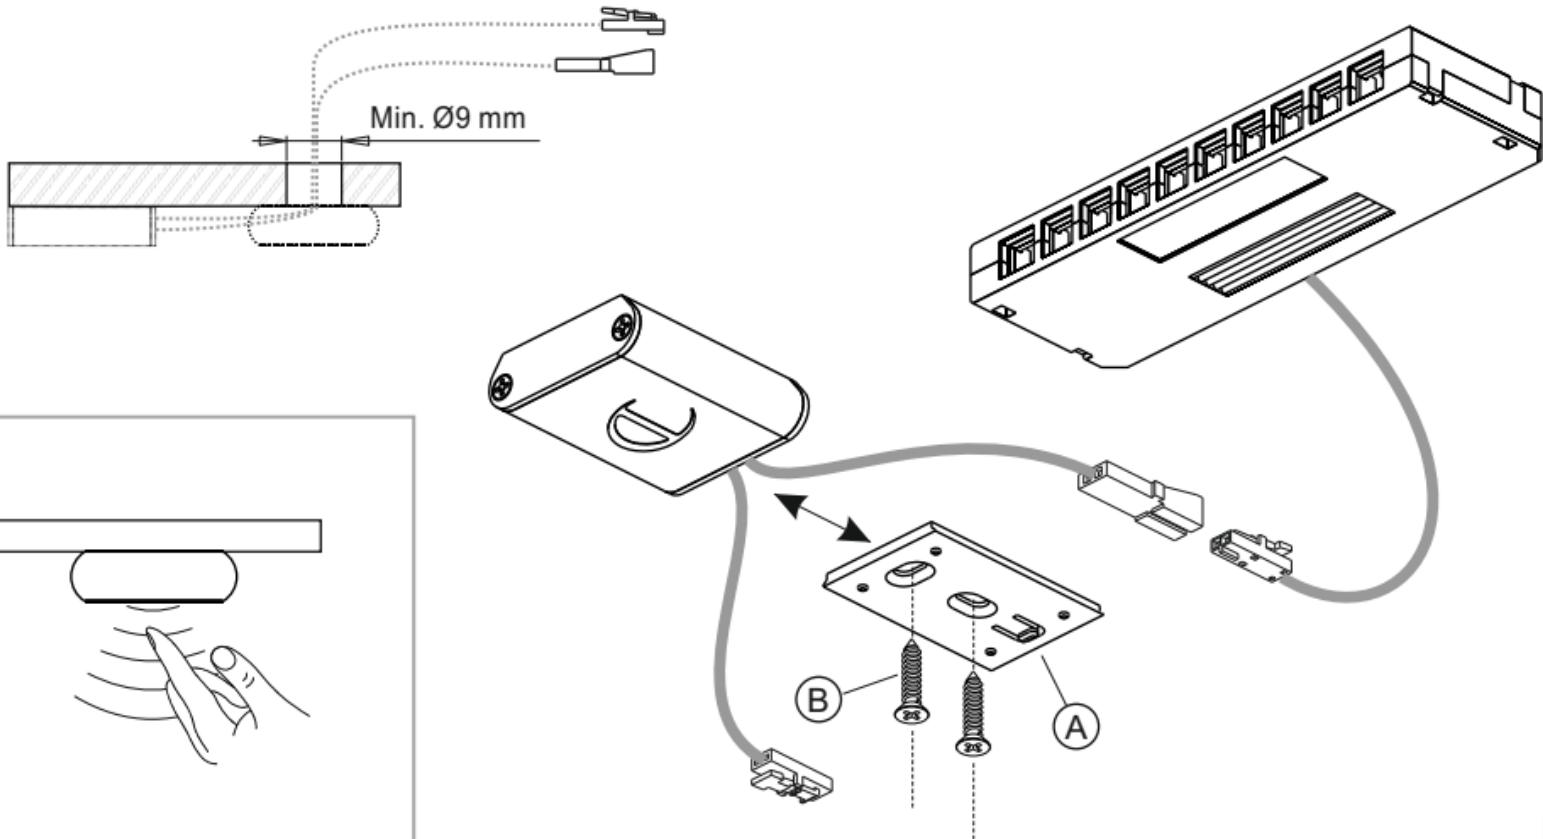

Fig 1
- **DOTTI** can be installed with the cables in an axial or radial position in relation to the mounting surface. For installations with the power cable in the axial position, drill a $\varnothing \geq 9\text{mm}$ hole in the mounting surface as shown in the example in figure 1. For special requirements, it is nonetheless possible to drill the power cable outlet hole in other positions as long as they do not
- **DOTTI** kann so installiert werden, dass sich die Kabel in axialer oder radialer Position zur Montagefläche befinden. Für Installationen, bei denen das Netzkabel axial verläuft, wird ein Loch mit einem Durchmesser von $\varnothing \geq 9\text{mm}$ in die Montagefläche gebohrt, wie in Abbildung 1 dargestellt.
- **DOTTI** peut être installé avec les câbles en position axiale ou radiale par rapport au plan de montage. En cas d'installation avec câble d'alimentation en position axiale, percer un trou sur le plan de montage d'un diamètre ≥ 9 mm comme illustré dans l'exemple de la figure 1. Il est toutefois possible, pour des exigences spécifiques, de percer le trou de sortie du câble d'alimentation dans